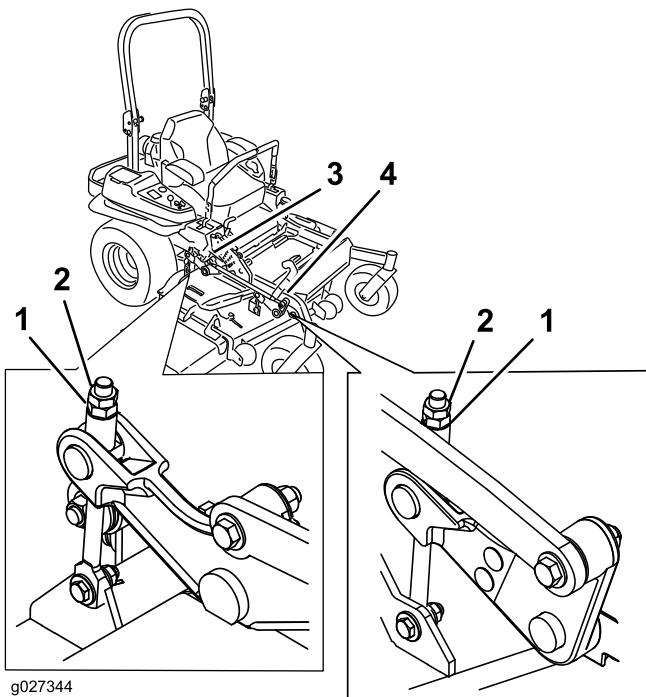

Figura 94
10. Si es necesario, afloje la contratuerca con arandela prensada del lateral de la horquilla y la contratuerca de la parte superior. Gire el tornillo de ajuste hasta obtener una altura de 7.6 mm (3") (Figura 94).
- Gire el tornillo de ajuste hasta obtener una altura de 8.3 mm (3 1/4") (Figura 94). Para aumentar la altura, gire la tuerca de ajuste en sentido horario; para reducir la altura, gire la tuerca en sentido antihorario.